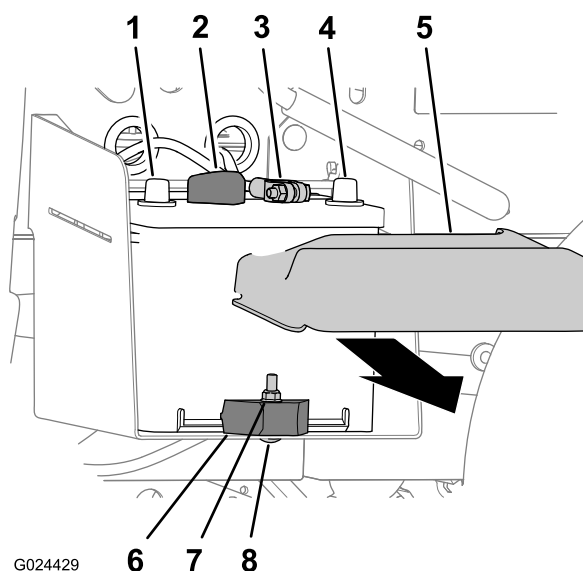

Figura 47
1. Schiacciate i lati del coperchio della batteria e rimuovete il coperchio dalla parte superiore della batteria stessa (Figura 47).
2. Scollegate il cavo negativo della batteria dal relativo morsetto (Figura 47).
3. Scollegate il cavo positivo della batteria dal relativo morsetto (Figura 47).
2. Eliminate dado di bloccaggio, bullone a testa tonda e morsetto della batteria che fissa la batteria al relativo vassoio (Figura 47).
3. Togliete la batteria dal relativo vassoio (Figura 47).
1. Montate la batteria sul relativo vassoio della macchina (Figura 47).
Nota: Accertate che i poli positivi e negativi della batteria siano allineati come mostrato in Figura 47.
2. Fissate la batteria al relativo vassoio con morsetto, bullone a testa tonda e dado di bloccaggio (Figura 47).
1. Collegate il cavo positivo della batteria al relativo morsetto (Figura 47).
2. Collegate il cavo negativo della batteria al relativo morsetto (Figura 47).
3. Montate il coperchio della batteria sulla parte superiore della batteria stessa (Figura 47).